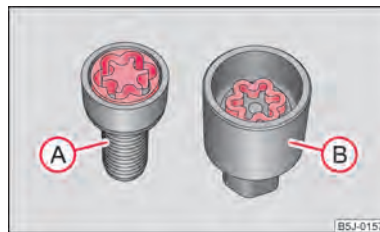

Fig. 145 Imagine: Șurub de siguranță cu adaptor
- Introduceți adaptorul (B) cu partea dințată în interiorul dinților capului șurubului de siguranță (A) ⇒ fig. 145.
- Împingeți cheia de roată până la capăt, pe adaptor (B).